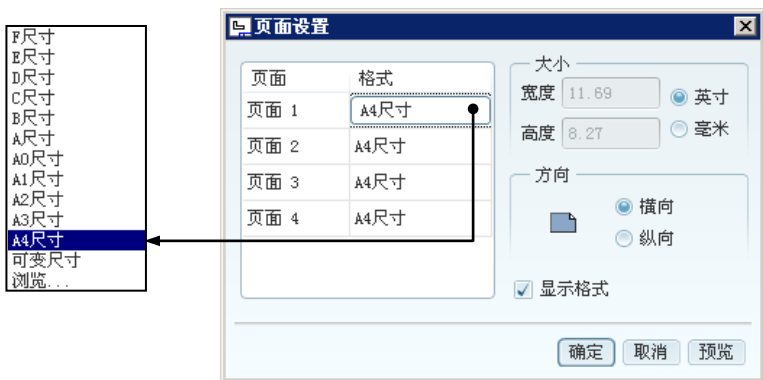

图 6.5.3 “页面设置”对话框
Step1. 选择下拉菜单 **文件(F)** → **页面设置(O)...** 命令, 弹出图 6.5.3 所示的对话框。
- 双击幅面左下角图纸幅面标记“尺寸”, 或在空白处右击, 在弹出的快捷菜单中选择 **页面设置** 命令, 也可出现图 6.5.3 所示的“页面设置”对话框。